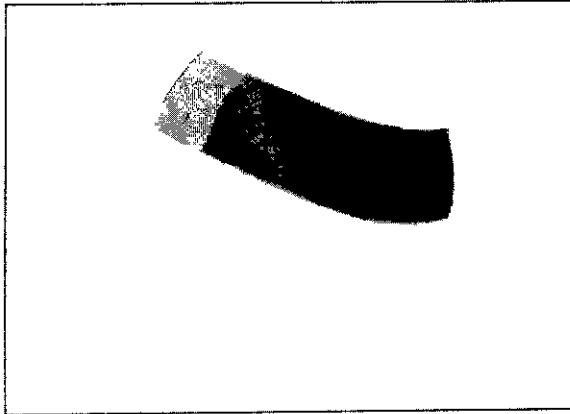

Fig. 20 Vendaje en la cabeza para fijar el implante
- Antes de que los pacientes entren en una sala de IRM se deben retirar todos los componentes externos del sistema de implante (procesador de audio y accesorios). Para fuerzas de campo de 1,0 T o 1,5 T, debe colocarse un vendaje en la cabeza para cubrir el implante. Un vendaje en la cabeza puede ser un vendaje elástico bien ajustado alrededor de la cabeza con tres vueltas como mínimo (consulte la Fig. 20). El vendaje debe estar bien ajustado, pero no debe causar dolor.